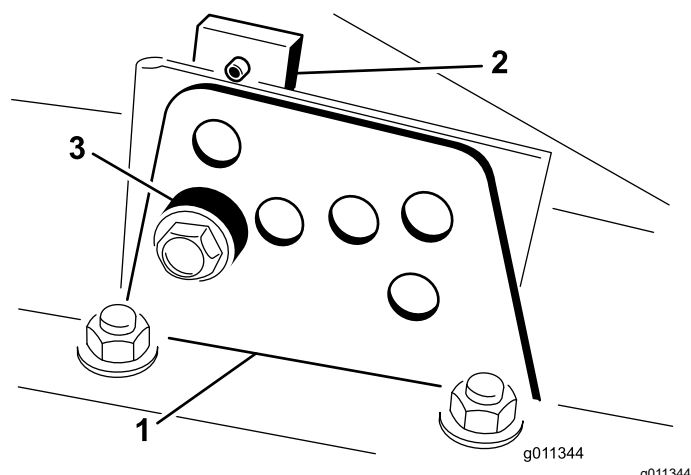

Figura 21
y en cada lado), tal y como se muestra en la Figura 21.
- Sujetando la cámara, retire el espaciador (Figura 21).